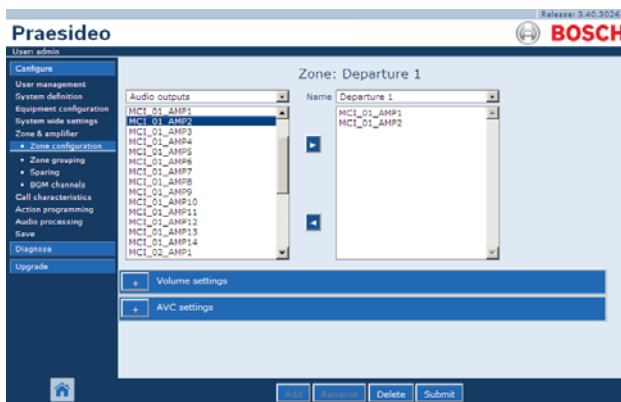

рисунок 46.3: Добавление зоны, шаг 1
- 1 Перейдите *Configure > Zone & amplifier > Zone configuration*. В основной части веб-интерфейса откроется экран, подобный экрану, приведенному на рисунок 46.3.